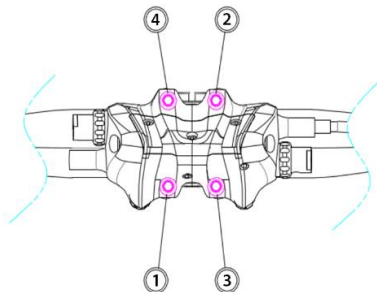

Fig. E-1 Séquence de serrage
- Serrez les boulons de la tige en suivant la séquence indiquée (**Fig. E-1**), le couple de serrage est 6 Nm (**Fig. E-2**)